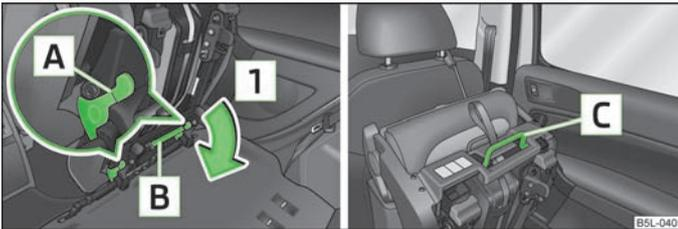

Abb. 51 Vorgeklappten Sitz entriegeln / Tragegriffe an der Sitzfläche
- Den vorgeklappten Sitz durch Drücken der Sitzverriegelungen **A** in Pfeilrichtung **1** entriegeln » Abb. 51.
- Den äußeren Sitz vorklappen » Seite 68 und entriegeln » Abb. 51.